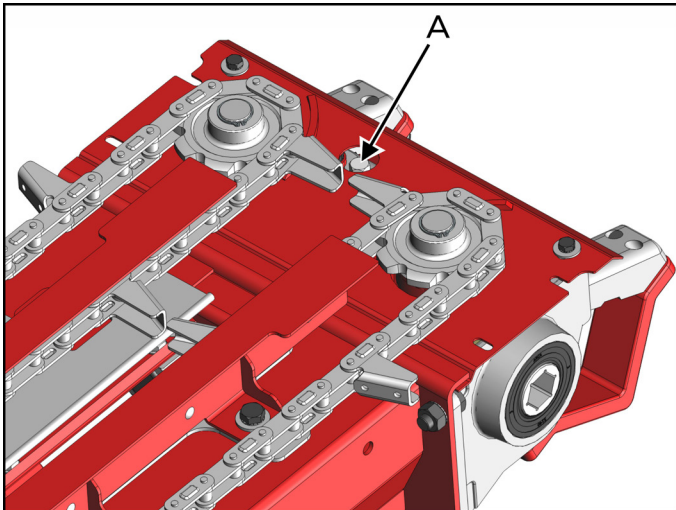

fig. 10
1. Limpie bien alrededor del tapón (A) (fig. 10), ubicado en la parte superior de la caja y, posteriormente, retírelo, con **máximo cuidado, para que no entre suciedad a través del orificio**;